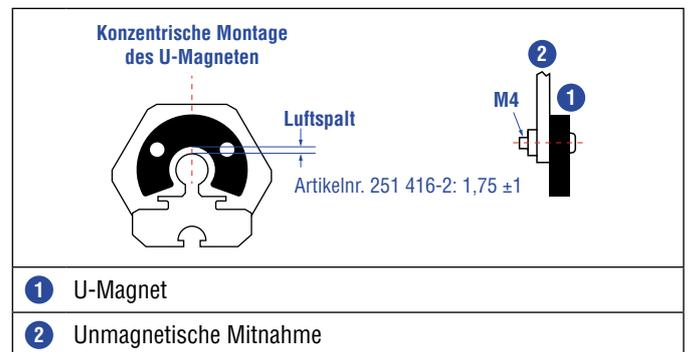
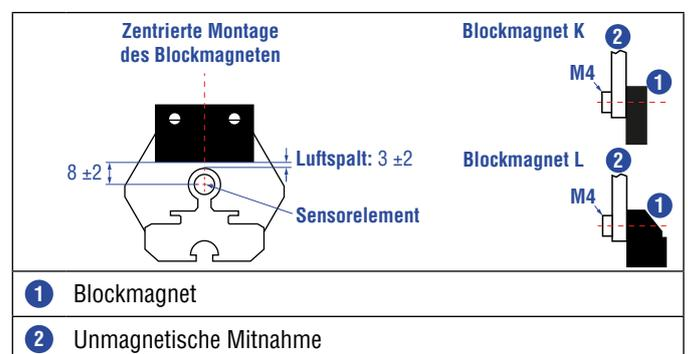

Abb. 49: Montage U-Magnet (Artikelnr. 251 416-2)
Abb. 50: Montage Blockmagnet (Artikelnr. 403 448)
- Montieren Sie Blockmagnete zentriert über dem Messstab oder dem Sensorprofil. Maximal zulässigen Luftspalt nicht überschreiten (Abb. 49/Abb. 50).